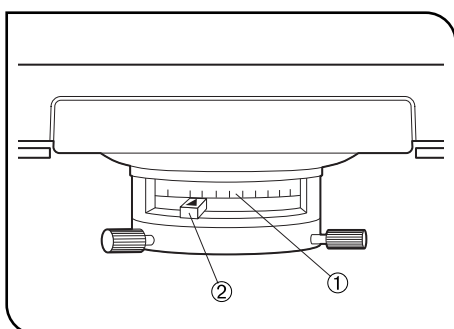

Abb. 23
2 Aperturblende (Abb. 23)
Den Aperturblendenhebel ② mit dem Wert für die numerische Apertur ① auf der Skala ausrichten. Der Skalenwert sollte dem auf dem Objektiv angegebenen Wert für die numerische Apertur entsprechen. Da der Aperturblendenhebel etwas breiter ist, den auf dem Hebel eingravierten Mittelstrich mit der Skalenanzeige ausrichten. Bei Verwendung eines 100X-Objektivs den Aperturblendenhebel ② bis zum Wert 0,9 auf der Skala drehen. (Abb. 23)